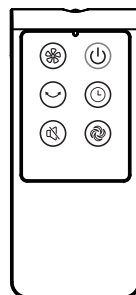

Fig.10
I. Afstandsbediening (Fig.10)
- (1) Verschuif het deksel van het batterijcompartiment.
- (2) Plaats de batterijen en zorg ervoor dat deze geplaatst zijn zoals getoond in Fig.10.
- (3) Schuif het deksel van het batterijcompartiment terug op zijn plaats.